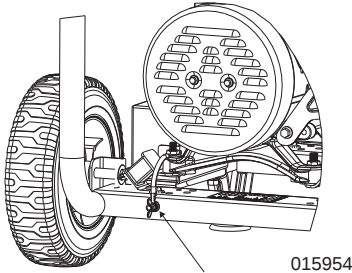

Figura 3-1. Conexión a tierra del generador
Consulte la Figura 3-1. El generador portátil está equipado con un terminal para la conexión de un conductor de electrodos de conexión a tierra en campo donde se requiere un sistema de electrodos de conexión a tierra según el Artículo 250.34 (A) del Código de electricidad nacional (NEC). Los terminales del conductor de conexión a tierra del equipo de las tomas del generador están conectados a la estructura del generador. Cuando el generador suministre energía a un equipo conectado mediante enchufe y cable de alimentación, como por ejemplo herramientas eléctricas, la normativa del NEC no exige que la estructura del generador esté conectada a un electrodo de conexión a tierra en campo. El conductor neutro del generador está conectado a la estructura del generador según el Artículo 250.34(C) del NEC.
Consulte la Figura 3-1. Cuando el generador esté conectado a un interruptor de transferencia manual, el interruptor de transferencia también se debe cambiar a neutro tras la transferencia para cumplir con el